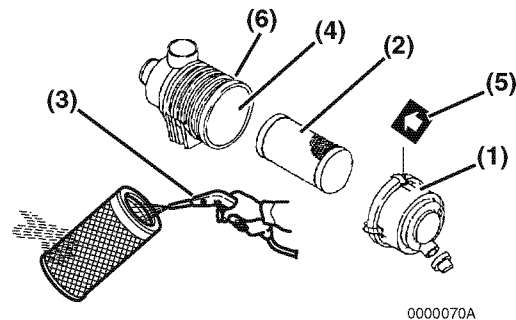

Figura 13
Tenga en cuenta que un filtro de aire típico se muestra en **Figura 13** y **Figura 14** sólo tiene fines ilustrativos.
1. Quite el pestillo y extraiga la tapa del filtro de aire (**Figura 13, (1)**).
2. Extraiga el elemento (**Figura 13, (2)**) (el elemento exterior en el caso de que esté equipado con dos elementos).
3. Sopla aire (**Figura 13, (3)**) a través del elemento desde el interior hacia fuera utilizando aire comprimido con una presión de 42 - 71 psi (0,29 - 0,49 MPa, 3,0 - 5,0 kgf/cm²) para extraer las partículas. Utilice la presión de aire más baja posible para extraer el polvo sin dañar el elemento.
7. Vuelva a instalar el elemento dentro de la caja del limpiador de aire (**Figura 13, (4)**).
8. Vuelva a instalar la tapa del limpiador de aire, asegurándose que hace coincidir la flecha (**Figura 13, (5)**) sobre la tapa con la flecha sobre la caja (**Figura 13, (6)**).
Cambie el elemento del limpiador de aire (**Figura 13, (2)**) cada 500 horas incluso si no está dañado o sucio.
Cuando cambie el elemento, limpie el interior de la caja del limpiador de aire (**Figura 13, (4)**).